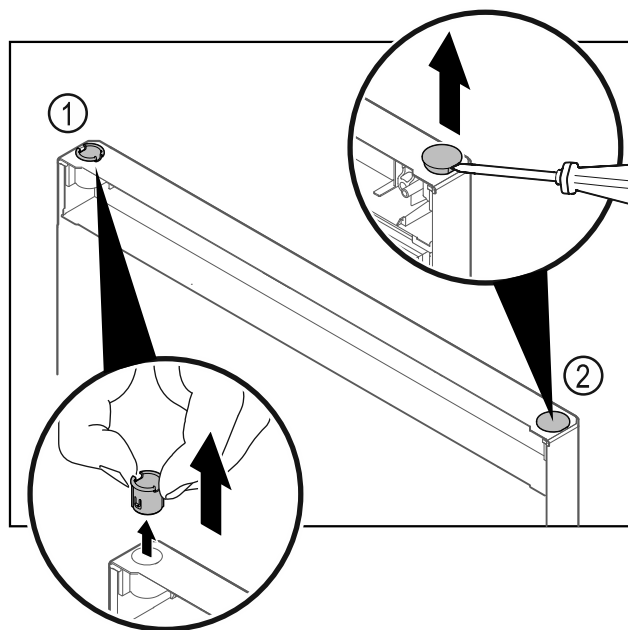

Fig. 34 Дверь морозильного отделения
- ▶ Пальцами вытяните шарнирную втулку Fig. 34 (1).
- ▶ Шлицевой отверткой осторожно подцепите и извлеките заглушку Fig. 34 (2).